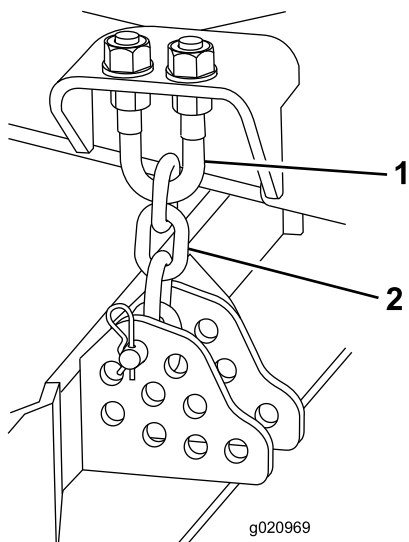

Figura 108
4. Togliete la coppia e il perno con testa che fissano le catene dell'altezza di taglio sul retro del piatto di taglio (Figura 108).